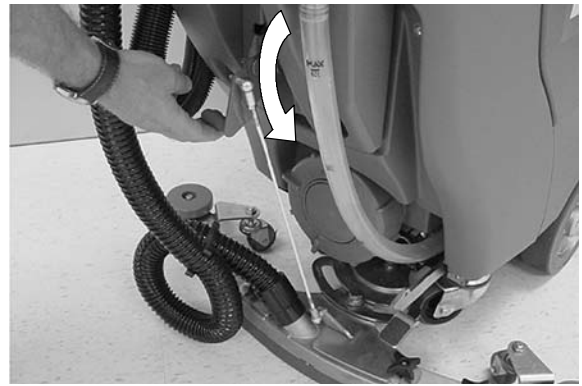

FIG. 16
3. Abaissez le racloir sur le sol en abaissant le levier de soulèvement du racloir (Figure 16). Le moteur d'extraction démarre automatiquement.